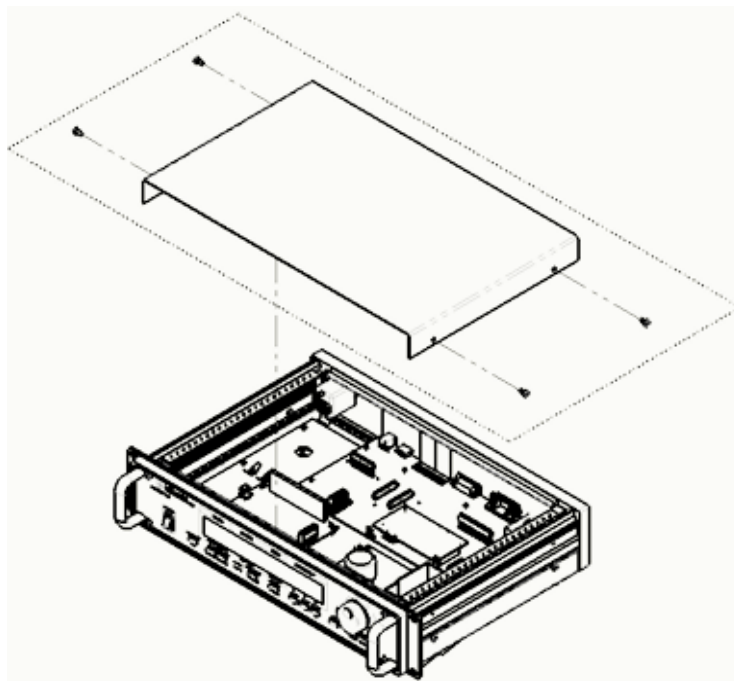

Figure 8-1 Capot supérieur du contrôleur DSP7000
1. Mettre l'unité hors tension. Oter les deux vis Philips à tête cylindrique situées de chaque côté du capot du contrôleur DSP7000 comme illustré avec la *figure 8-1 Capot supérieur du contrôleur DSP7000*, puis enlever le capot.